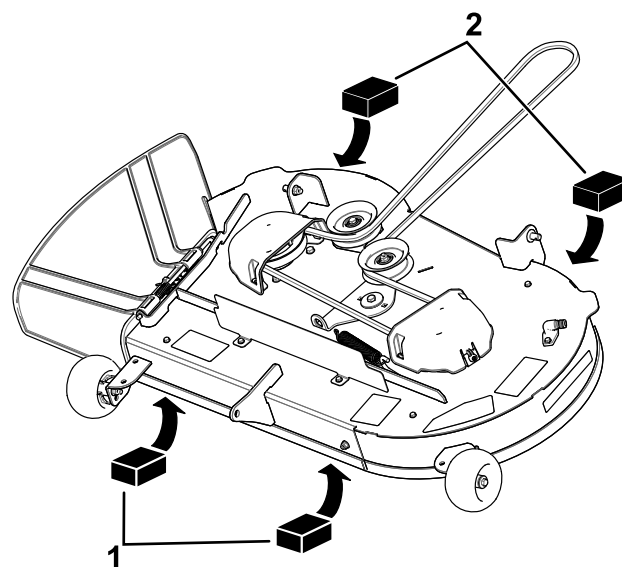
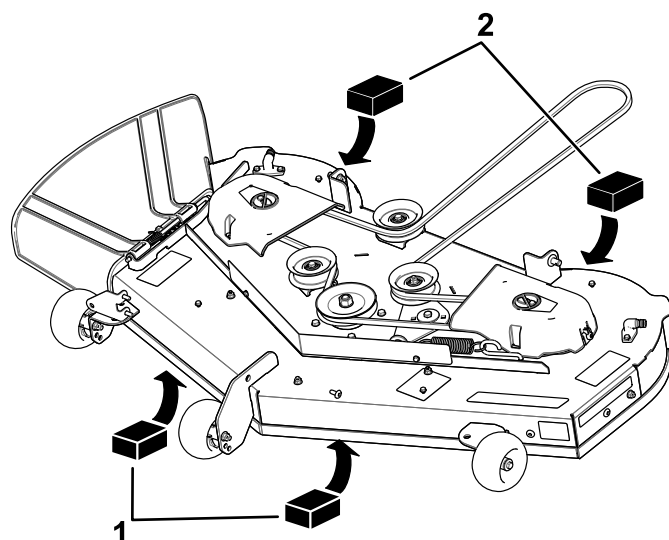

Figura 71
Figura 72
4. Coloque dois calços de 6,6 cm de espessura cada debaixo de cada lado da extremidade frontal da plataforma, mas não debaixo dos suportes do rolo (antidanos Figura 71 ou Figura 72).
5. Coloque dois calços de 7,3 cm de espessura cada debaixo da extremidade traseira da aba da plataforma de corte, um em cada lado da plataforma de corte (Figura 71 ou Figura 72).